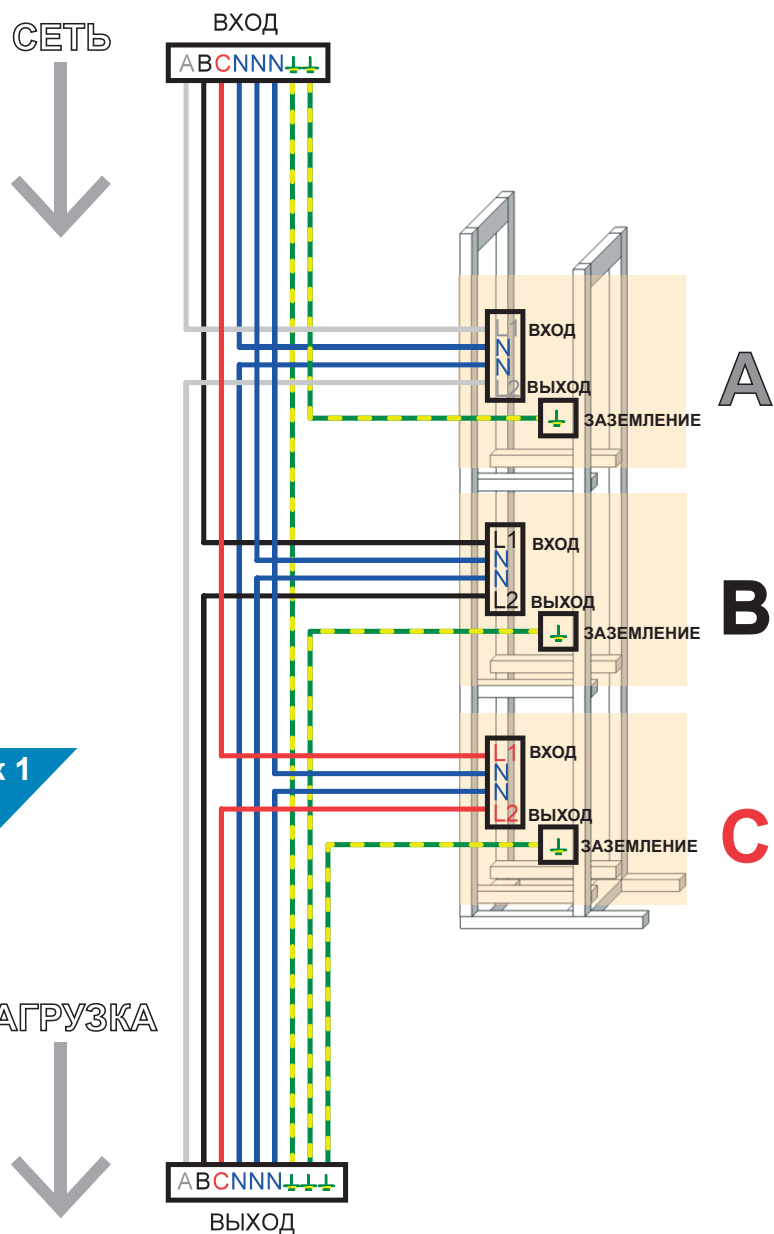
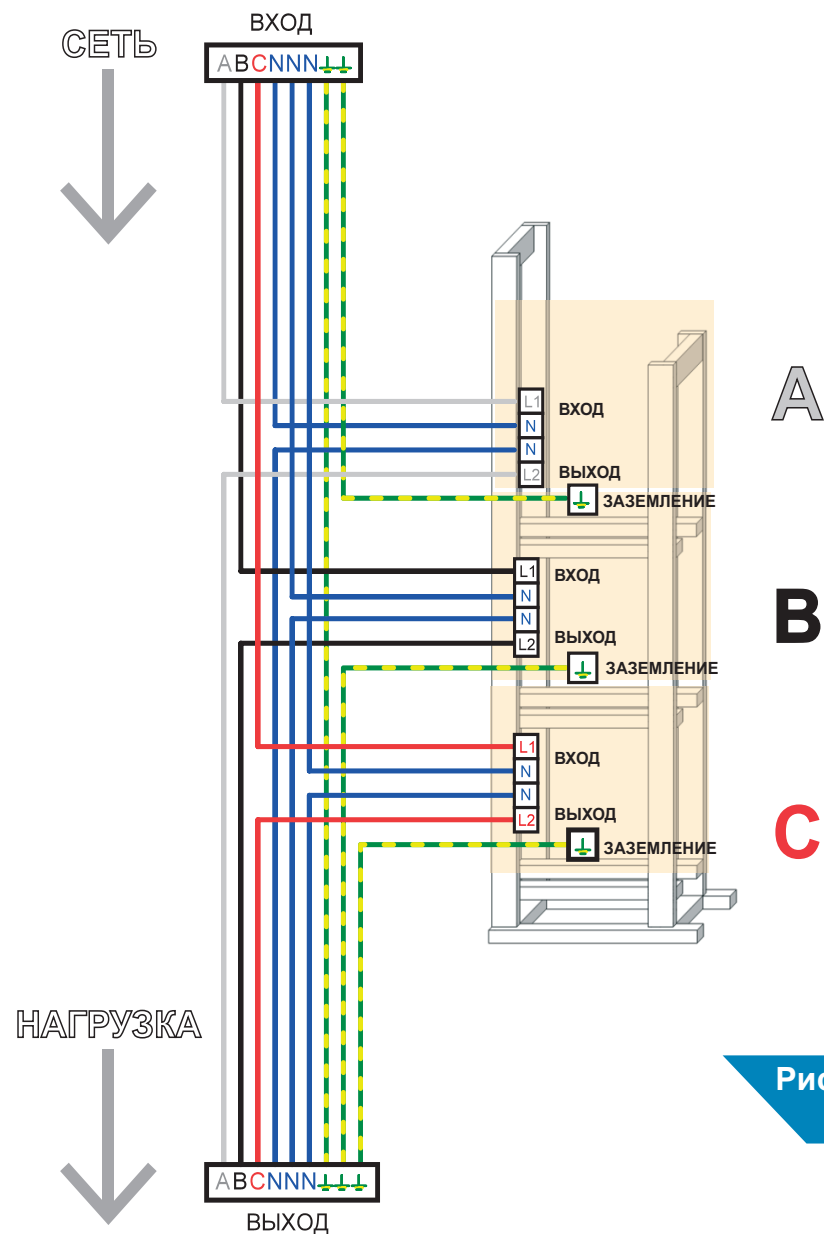

Рисунок 1
Рисунок 2
1.2. Произвести электромонтаж согласно монтажной схеме, приведенной на рис.1 для U-175 или рис.2 для G-155, строго соблюдая полярность подключения. Необходимо руководствоваться буквенной маркировкой на монтажной схеме, которая должна соответствовать маркировке на клеммах.